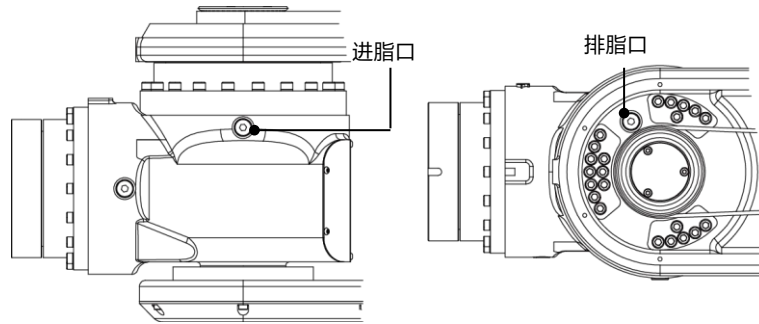

图 10-11 更换 J5 轴减速器润滑脂
- 步骤4.** 卸下注脂口排脂口密封螺钉，如图 10-11 所示。